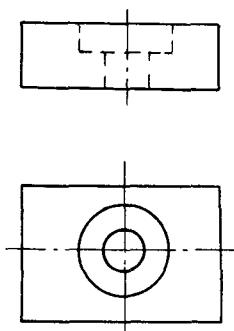
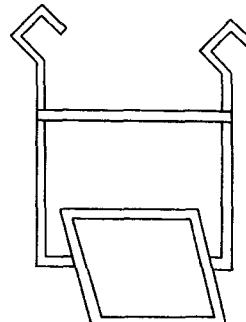

图 1-18
图 1-19
1) 模具镀铬挂具：工件形状见图 1-18。要求内台镀铬。挂具形状见图 1-19。挂具制作时，需注意挂具强度应能承受模具的重量而不变形，不与工件接触的部分必须绝缘良好。